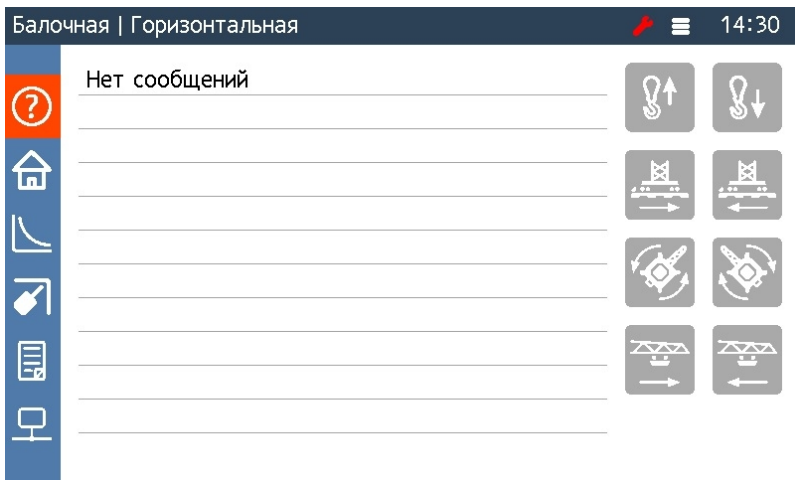

Рисунок 4 — Экран информационных сообщений
Экран информационных сообщений (см. рисунок 4) в табличной форме отображает все информационные сообщения, выводимые блоком индикации в текущий момент. В боковой части экрана подсвечиваются зеленым цветом операции, которые совершает оператор в данный момент, красным цветом — если операции запрещены, серым цветом — если операции разрешены, светло-серым цветом — если операции ОГМ240 не контролируются (например, если не подключен соответствующий датчик).
- на экране информационных сообщений (см. рисунок 4) в боковой части экрана указываются разрешенные и запрещенные операции, которые можно осуществить в данный момент.